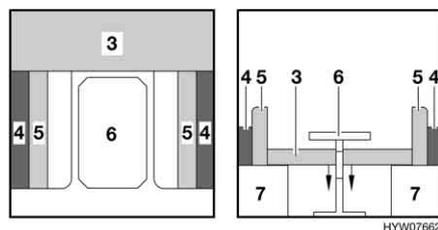

Fig. 102 Durante la transformación
- Colocar los cojines del asiento (Fig. 102,5) derecho.
- Transformar la mesa (Fig. 102,6) en base de cama (véase apartado 6.12).